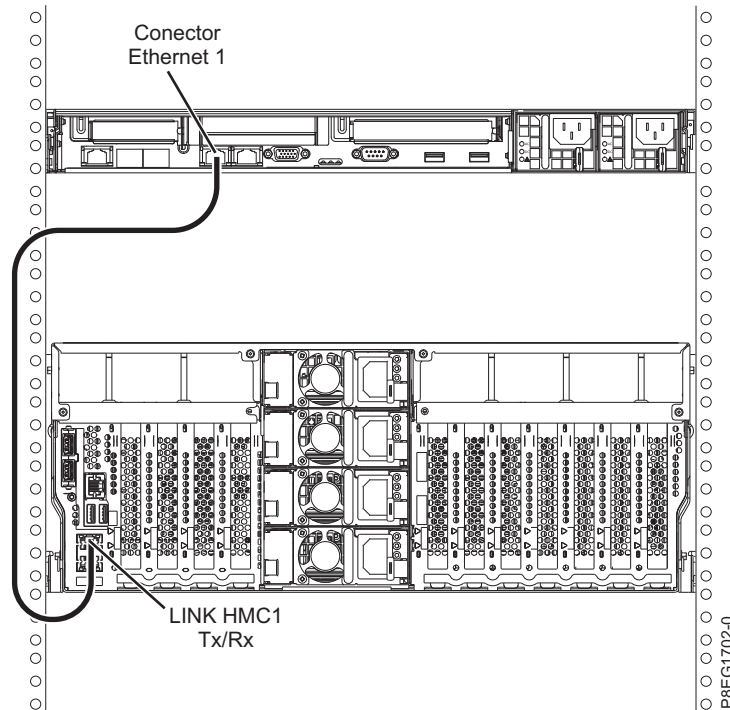

Figura 20. Conectando o HMC ao sistema gerenciado
1. Se você deseja conectar diretamente o seu HMC ao sistema gerenciado, conecte o **Conector Ethernet 1** no HMC à porta **HMC1** no sistema gerenciado. Consulte Figura 20 na página 27.